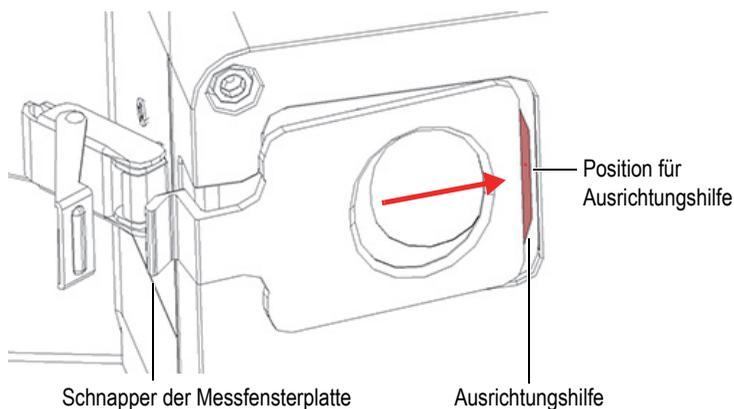

Abbildung 4-10 Ausrichtungshilfe an richtiger Position ausrichten
4. Schieben Sie die Messfensterplatte in den Ausschnitt des Sensors und vergewissern Sie sich, dass die Ausrichtungshilfe der Messfensterplatte sich an der Position befindet (Abbildung 4-10 auf Seite 69).